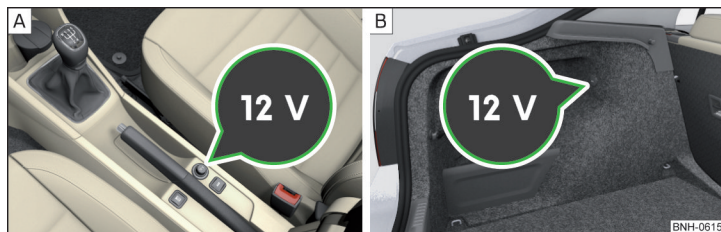

Abb. 91 Abdeckung der 12-Volt-Steckdose: in der Mittelkonsole vorn / im Gepäckraum
- Zum **Gebrauch** die Abdeckung der Steckdose abnehmen » Abb. 91 - **A** bzw. die Abdeckung der Steckdose öffnen » Abb. 91 - **B**.